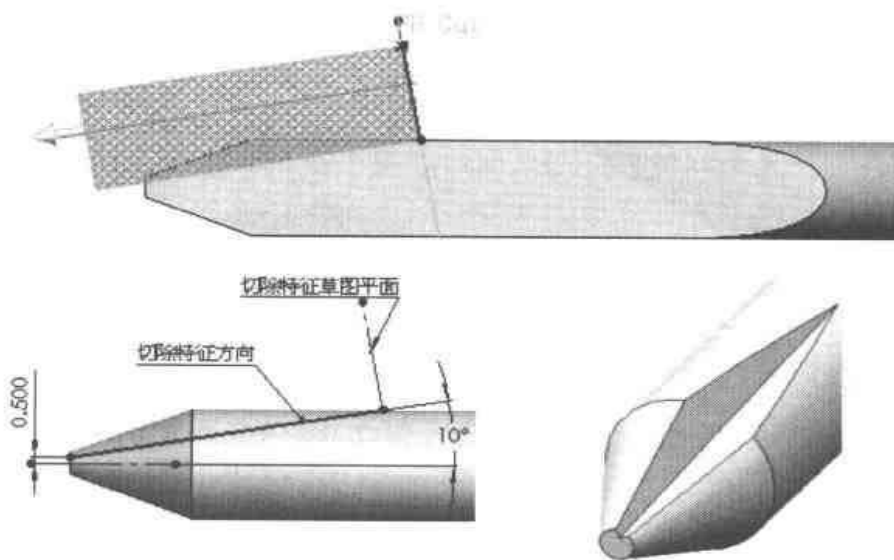

图 2-155 分析十字头部分
下面的工作是建立改锥的十字头部分，这个部分可以通过圆周阵列的一个拉伸切除特征来完成，而切除特征又需要一个额外条件，如图 2-155 所示。
- 需要绘制一条直线来定义“垂直于曲线上的点”平面，如图 2-155 所示的切除方向。